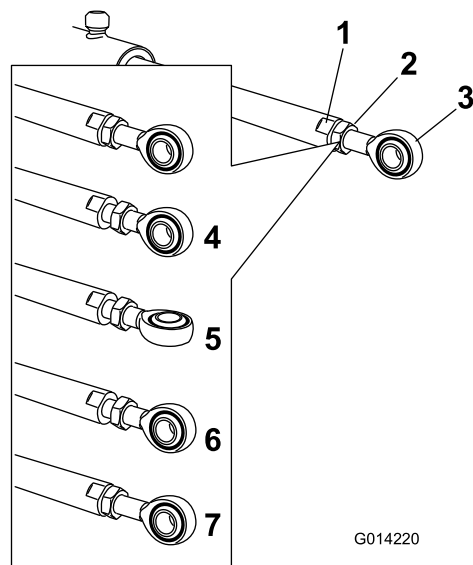

Figure 65
- Placez une clé sur les méplats de la tige de vérin pour l'immobiliser, puis desserrez l'écrou de blocage pour pouvoir manipuler la tige à œillet (Figure 65).
- Tournez la tige à œillet dans la tige de vérin pour raccourcir ou allonger le vérin déployé à la position voulue (Figure 65).